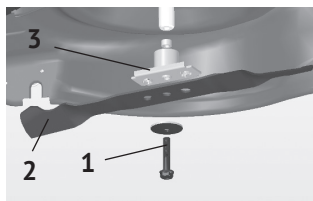

рис.13
8.2 Замена режущего ножа см. рис.13
- открутить фиксирующий болт (рис.13 поз.1);
- снять использованный нож (рис.13 поз.2) с фланца (рис.13 поз.3);